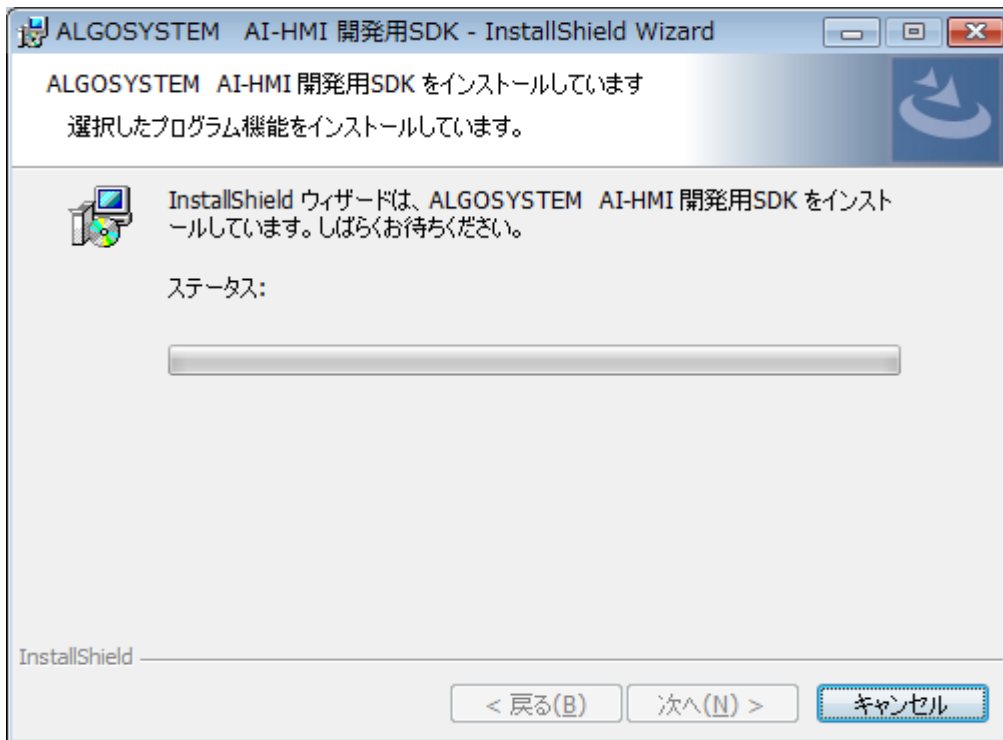

図 2-2-4 インストール中画面
- ④ 図 2-2-4 の画面が表示され、インストールが開始されます。